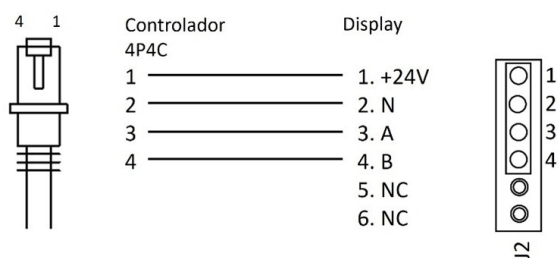

Figura 4. Conexiones del cable (controlador – Display).
- Conexión mediante cable de 4 hilos al mando y conector 4P4C al controlador (figura 4).
Conexión	Conector rápido 4P4C a controlador y 4 cables a mando remoto (figura 4).